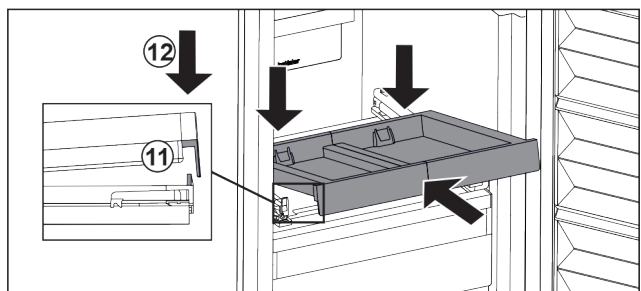

Fig. 26
- ▶ Inserire in modo inclinato. Assicuratevi che l'arresto sia dietro la linguetta su entrambi i lati. Fig. 26 (11)
- ▶ Abbassare il ripiano estraibile nella parte anteriore. Fig. 26 (12)